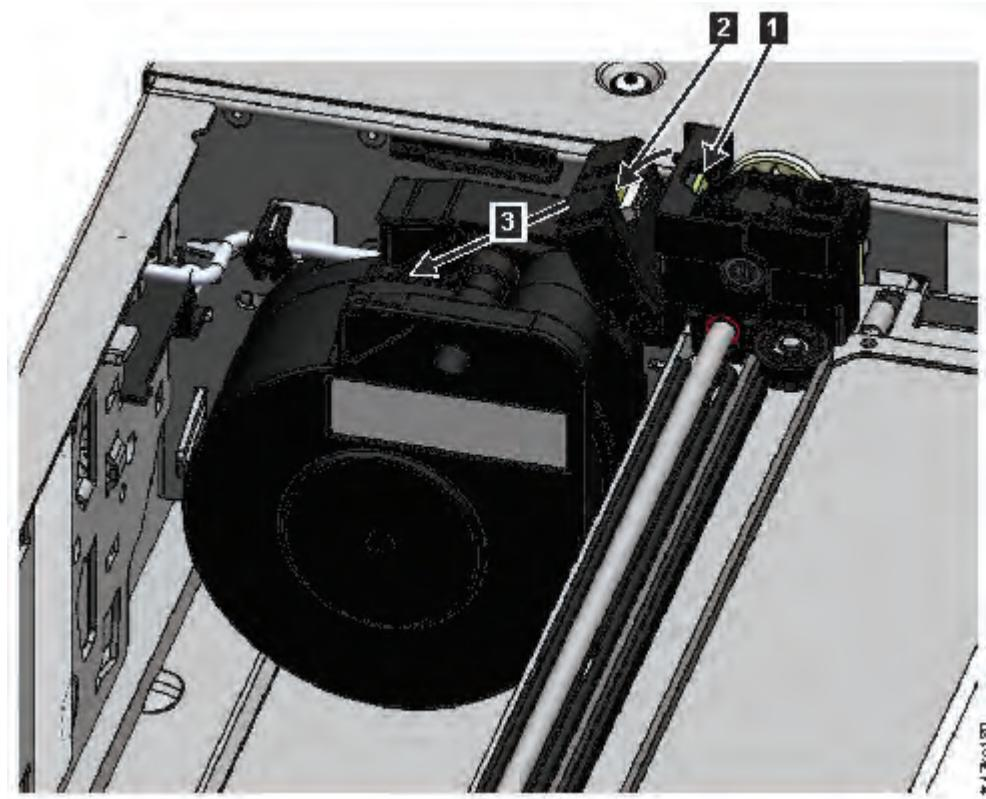

Figura 83. Sbloccare il cavo di spooling e posizionarlo nella sua culla
7. Nella parte superiore dell'accessorio a cui è collegato il cavo di spooling, premere verso il basso sul fermo (**1** in Figura 83 a pagina 179), quindi inclinare il pezzo che contiene il cavo di spooling (**2**).
8. Sollevare il cavo di spooling dall'accessorio e posizionarlo nella sua culla nella parte superiore del meccanismo di spooling (**3** in Figura 83 a pagina 179).